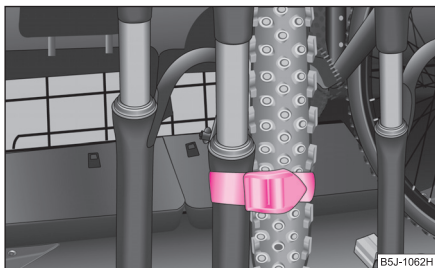

Fig. 81 Fixarea roții din față
- Împingeți roata din față demontată între pedala din stânga și cadrul bicicletei; fixați-o cu o curea de furca din față ⇒ fig. 81, resp. într-un punct de fixare.